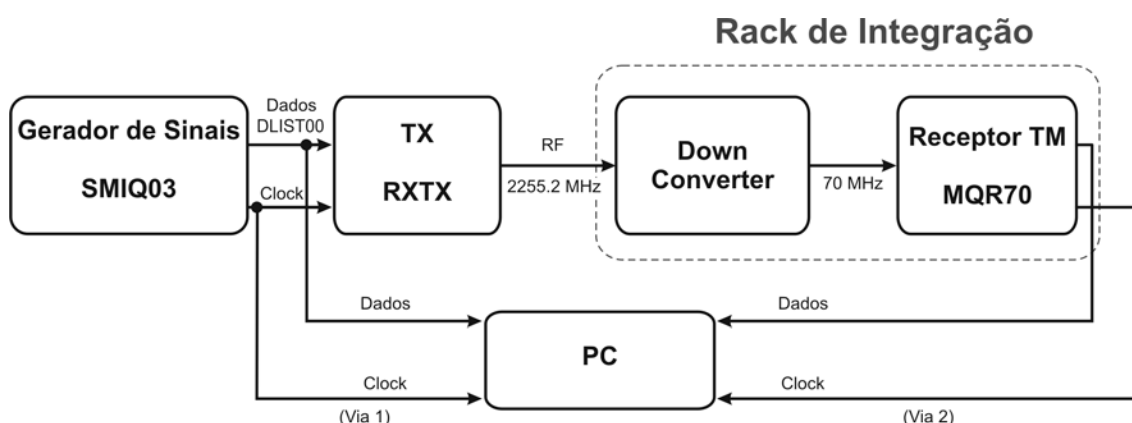

Fig. 61. Diagrama de blocos do teste da placa PCI de registro de dados.
Considera-se para o exemplo a seguir um teste de validação da cadeia de telemetria (TM) no modo de alta taxa (200kbps), onde a “Via 1” realiza a leitura dos dados provenientes do computador de bordo (ou gerador de sinais do rack de integração) para o transmissor, e a “Via 2” realiza a leitura dos dados demodulados pelo receptor de telemetria (MQR70) do rack de integração. A verificação de ambas as sequências de dados, neste caso, nos permite verificar o funcionamento coerente da cadeia de telemetria. A Fig. 61 mostra o diagrama de blocos deste teste proposto como exemplo: